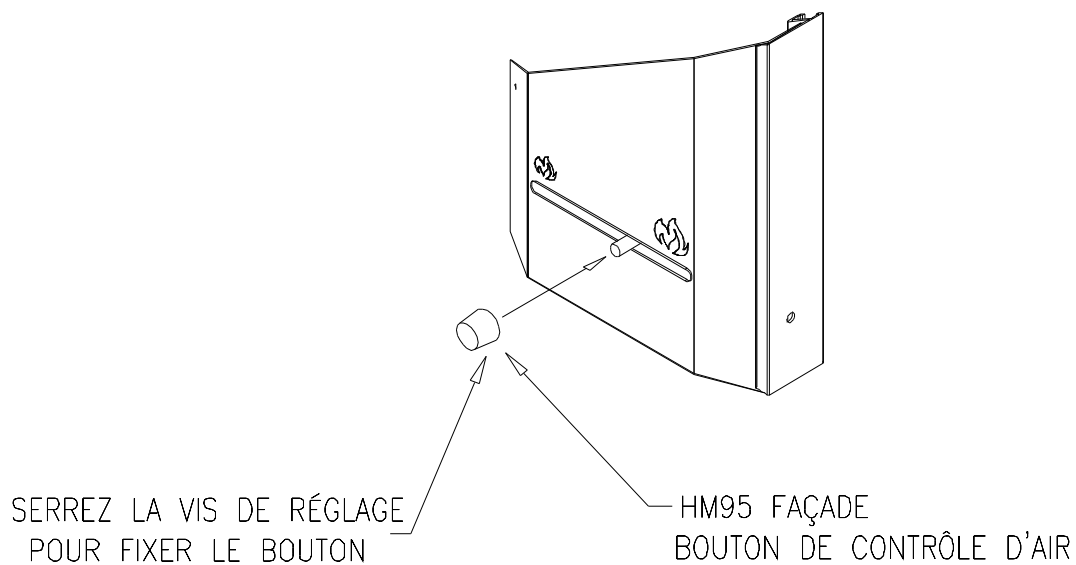

Figure 2.10
9. Ajoutez le bouton de la tige de régulation d'air (Figure 2.10).